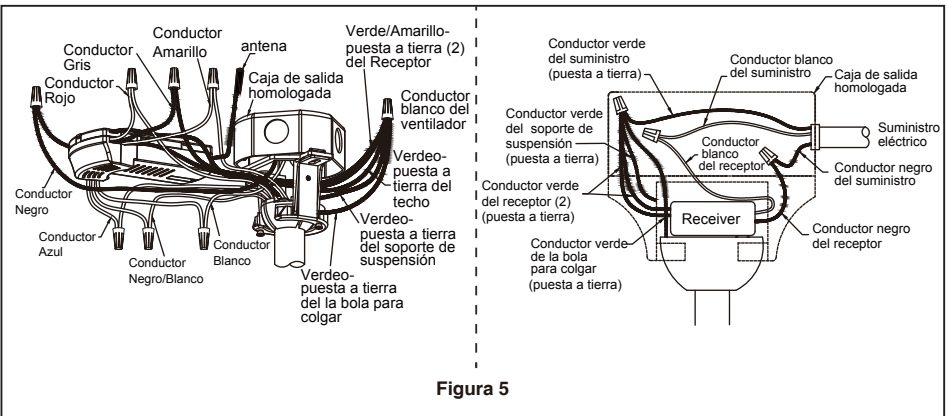

Figura 5
5. Pase los cables a través de la cubierta de unión del motor, la cubierta para el tornillo y el capuchón. (Figura 5)
4. Una vez haya hecho las conexiones, coloque los cables hacia arriba y empújelos cuidadosamente hacia dentro de la caja de la toma de corriente, poniendo los cables blancos y verdes a un lado de la caja y los negros hacia el otro lado. Los cables deben ser colocados de forma extendida poniendo el conductor de la toma de tierra y el conductor de toma de tierra del equipo a un lado de la caja, colocando el conductor sin toma de tierra en el otro lado de la caja. (Figura 5)
5. Asegure el vidrio en la ensamble de la placa de iluminación girándolo en el sentido de las agujas del reloj. Gire el vidrio gradualmente **hasta que encaje en la ensamble de la placa de iluminación**. Sin apretar demasiado. (Figura 5)
5. Para configurar el código del mando a distancia a las mismas posiciones que en el receptor. Mueva los interruptores de código hasta colocar el código de selección en la posición arriba o abajo. Con un destornillador pequeño o con una lapicera (no se incluye) deslice firmemente hacia arriba o hacia abajo. (Figura 5)